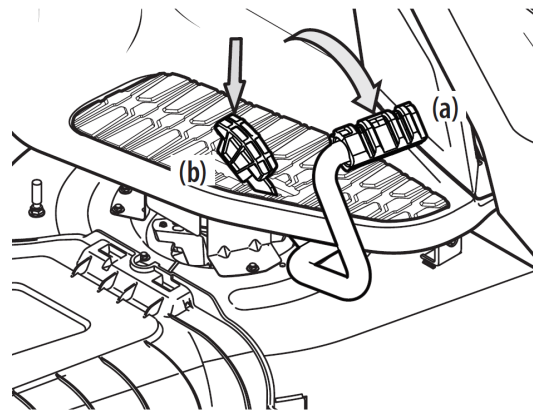

Figure 26
2. 前進するには、希望の速度が得られるまで、前進ドライブペダル (a) をゆっくりと前方に踏み込みます。図26参照。
3. REVERSEで走行するには、後ろの領域が空いていることを確認してから、希望の速度が得られるまでリバースドライブペダル (b) をゆっくりと踏み込みます。図26参照。